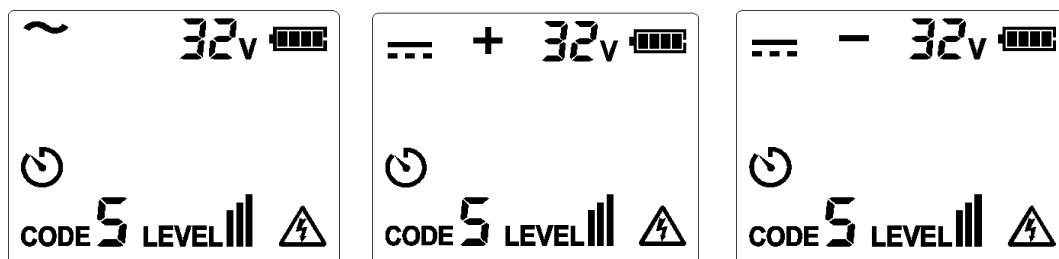

Figure 7.1.2a Tension supérieure à 30V
2. Testez et confirmez que la connexion des cordons de test est correcte. Pour les circuits dont la tension est supérieure à 30 V AC/DC, le symbole d'avertissement s'allume, comme illustré à la figure 7.1.2a.